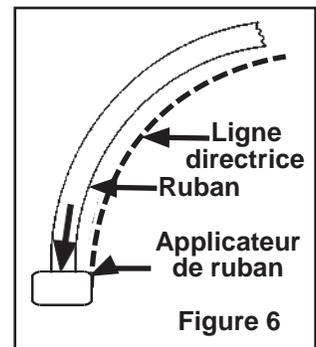

Figure 6
**À noter :** Pour les lignes courbes, appliquer le ruban lentement aux alentours de l'arc de la courbe (**Figure 6**).